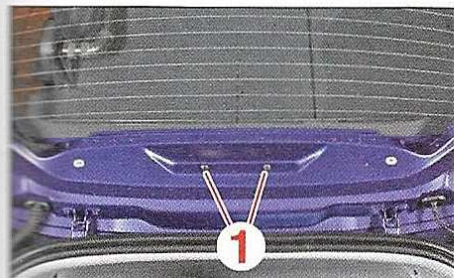

FIG.5
- Déposer les vis (1) (Fig.5).